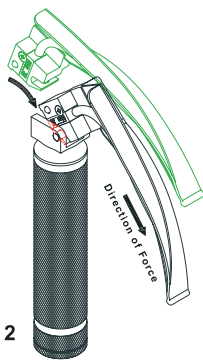

Fig 2
1. Innestare la lama allineando la scanalatura della stessa sul perno del gancio del manico e applicare una forza di 1N-5N per agganciarla come mostrato in Fig. 2.